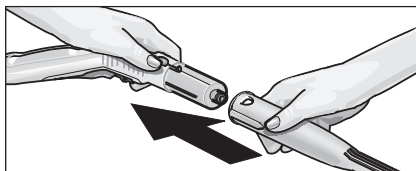

Fig. 2: Fixarea accesoriilor pe pistolul cu abur
- Cuplați accesoriul dorit (D1, E1, F1) cu pistolul cu abur (C1). Pentru aceasta, fixați capătul tubular al accesoriului pe pistolul cu abur (C1). Împingeți apoi accesoriul pe pistolul cu abur, până la blocarea butonului de dezăvorăre (C3) al pistolului cu abur (vezi fig. 2).